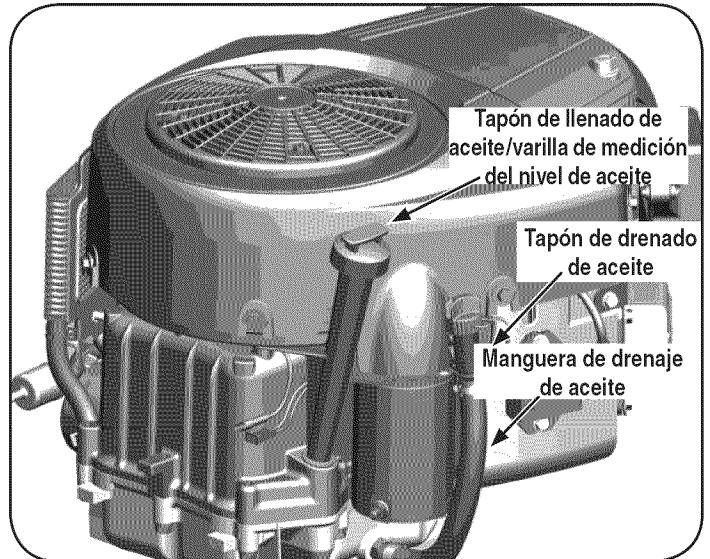

Figura 26
2. Retire el tapón de llenado de aceite/la varilla de nivel de aceite del tubo de llenado. Vea la Figura 26.